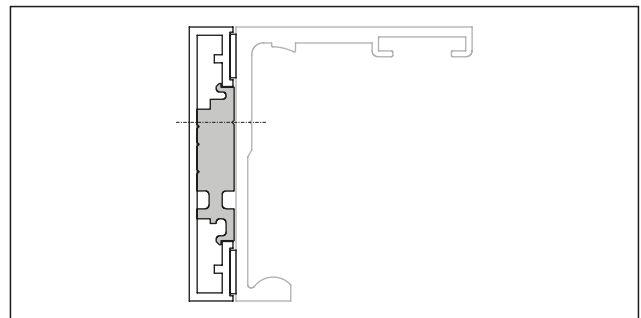
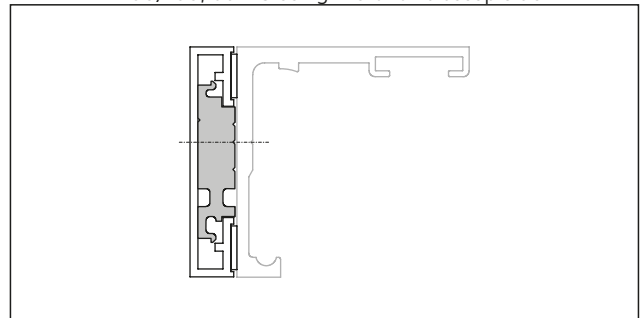
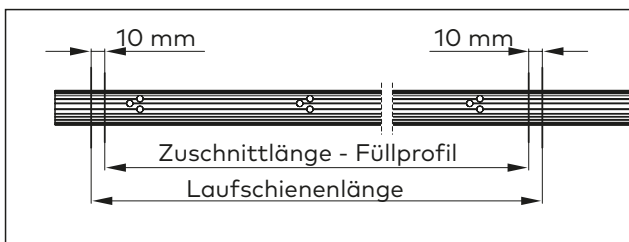

Abb. 8 Einbaulage des Futterprofils für MUTO Premium XL80/150, Self-Closing 120 und Telescopic 80
Abb. 9 Einbaulage des Futterprofils für MUTO Comfort L 80
Abb. 12 Markierungen versetzen
1. Je nach MUTO-Schiebetürsystem, das Futterprofil seitlich in das Gegenprofil einschieben (Abb. 8, Abb. 9 oder Abb. 12).
- Die Markierungen auf dem Füllprofil rechts und links um 10 mm nach innen versetzen (Abb. 12).
Das Füllprofil muss 20 mm kürzer sein als das Gegenprofil und die Laufschiene (Abb. 12).